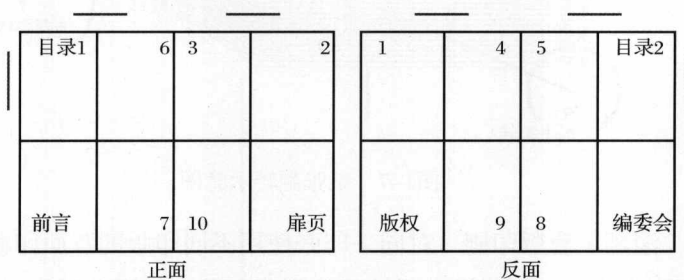

图1-8 折样示意图
- ① 取一张8开纸。
- ② 按照折页机的折页顺序，垂直交叉折三次。
- ③ 按照印装顺序，采用头对头拼版写好页码，标出折页规矩和侧规标记。
- ④ 将第一帖展开，如图1-8所示。